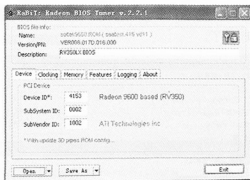

图 3-56 打开文件的界面
(1) 单击“Open”按钮, 打开 DOS 下备份好的 ROM 文件, 如图 3-56 所示。